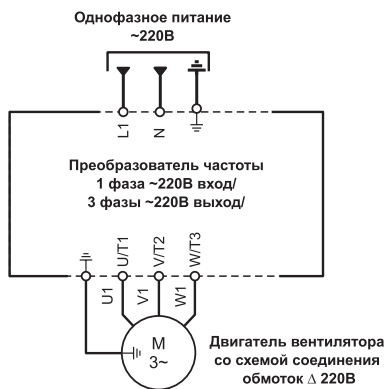

Рисунок 3
11.3 Допускается вентиляторы с двигателями на номинальное напряжение  $\Delta/Y$  220/380В подключать к однофазной сети с переменным напряжением 220В только через однофазный преобразователь частоты с выходом три фазы по 220В переменного тока, предварительно переключив схему соединения обмоток двигателя в треугольник  $\Delta$  220В (см. рисунок 3), в противном случае двигатель может выйти из строя.